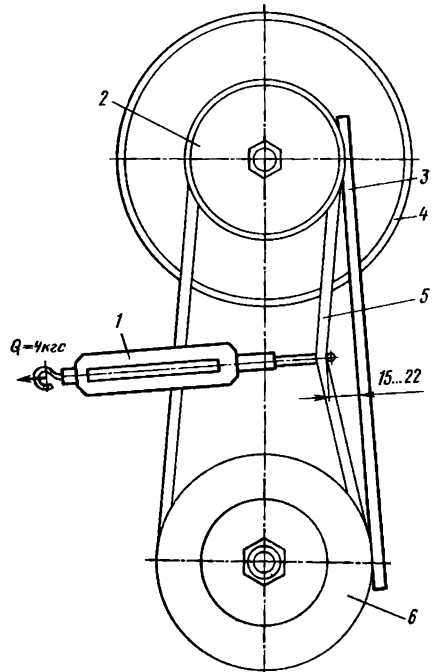

Рис. 22. Схема проверки прогиба ремня вентилятора:
**Проверка натяжения ремня вентилятора** производится согласно схеме, показанной на рис. 22. При приложении усилия 4 кгс прогиб ремня должен составлять 15...20 мм. Для определения прилагаемого к ремню усилия можно использовать пружинный динамометр 1 по шкалой деления не ниже 5 кгс. Замер величины прогиба производится с помощью линейки с приложением к шкивам 2 и 6 рейки 3. В стационарных условиях величину натяжения ремня вентилятора необходимо проверять с использованием устройства ГОСНИТИ КИ 8920.